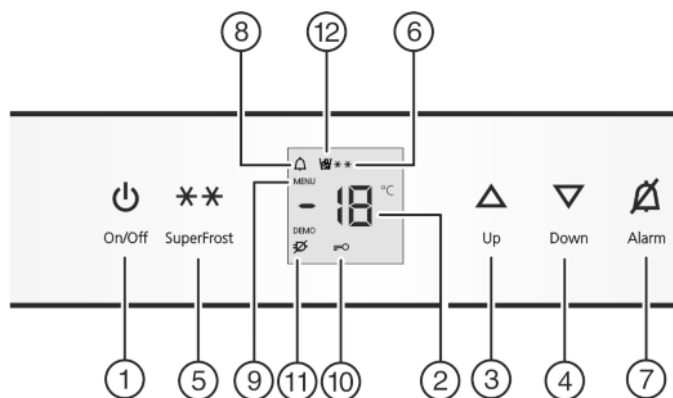

Fig. 2
- нажмите кнопку On/Off Fig. 2 (1).
- Активация режима настройки: удерживайте кнопку SuperFrost Fig. 2 (5) прибл. 5 секунд.
▷ Символ меню Fig. 2 (9) горит.
- Коротко нажмите кнопку SuperFrost Fig. 2 (5) для подтверждения.
- Для включения защиты от детей коротко нажмите клавишу SuperFrost Fig. 2 (5).
▷ Символ "Защита от детей" Fig. 2 (10) горит. На индикации мигает
- Для выключения защиты от детей коротко нажмите клавишу SuperFrost Fig. 2 (5).
▷ Символ защиты от детей Fig. 2 (10) гаснет. На индикации мигает
- Выход из режима настройки: нажмите кнопку On/Off Fig. 2 (1).
► Нажмите кнопку Alarm Fig. 2 (7).
Одновременно мигает индикация температуры и символ тревоги Fig. 2 (8).
Звуковой сигнал выключается автоматически, символ аварийного сигнала Fig. 2 (8) выключается и индикатор температуры перестает мигать, если температура снова становится достаточно низкой.
► Установка более высокой температуры: нажмите кнопку настройки Up Fig. 2 (3).
► Установка более низкой температуры: нажмите кнопку настройки Down Fig. 2 (4).